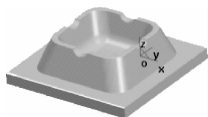

图 3-130 绘制烟灰缸的上模
(4)单击  按钮,弹出“分模”对话框,选取“草图分模”单选项,拾取草图,单击  按钮,完成操作,作图结果如图 3-130 所示。在树管理器中拾取“分模 0”,右击在弹出的快捷菜单中单击“修改特征”,再次弹出“分模”对话框,选取“除料方向选择”复选框,单击  按钮,完成操作,作图结果如图 3-131 所示。